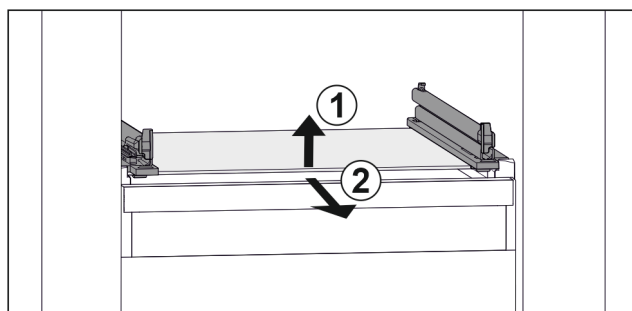

Fig. 45 Az üveglap példaként szolgáló ábrázolása
- ▶ Emelje meg az üveglap elejét. Fig. 45 (1)
- ▶ Vegye ki az üveglapot előrefelé. Fig. 45 (2)